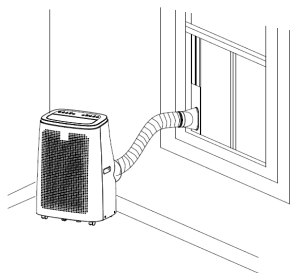

Figure 5
4) Allongez le tuyau d'échappement et enclenchez l'extrémité plate des joints du tuyau d'échappement dans le trou de l'assemblage de la plaque d'étanchéité de la fenêtre (comme illustré sur les figures 5 et 6).